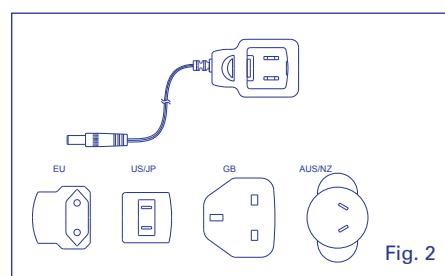
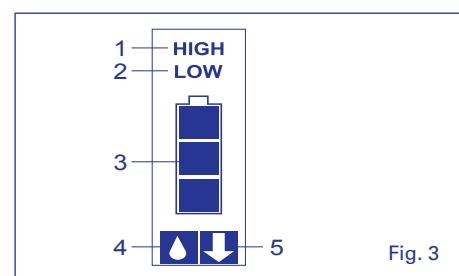

Fig. 2
Fig. 3
- Plug the charger after fitting the correct wall adapter (Fig 2) into a suitable power outlet. Battery charging is indicated with three light bars (Fig. 3).
- Ladegerät nach Wahl des richtigen Netzteils (Abb. 2) in die Wandsteckdose stecken. Die Ladeanzeige der Batterien wird durch drei Leuchtbalken angezeigt (Abb. 3).
- Bei niedriger Akkustand-Anzeige (Abb. 3), Ladegerät einstecken und Pipettierung fortsetzen.
- Brancher le chargeur à une prise murale, après sélection de la prise souhaitée (Fig 2). La charge est visible grâce à trois indicateurs (Fig 3)